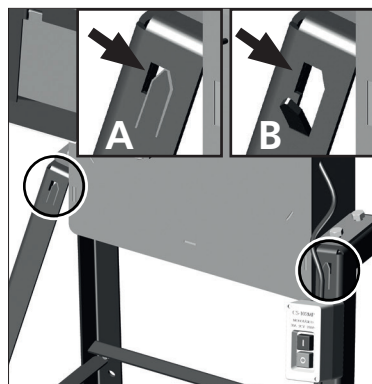

Fig. 06
Nos cavaletes dos trituradores existem pequenos cortes (A), que quando deslocados para fora com o auxílio de uma chave de fenda viram ganchos (B), para fixar um saco no equipamento. Insira uma chave de fenda no orifício ao lado do rasgo e force para fora até entortar o aço formando um gancho (B), [Fig. 06].